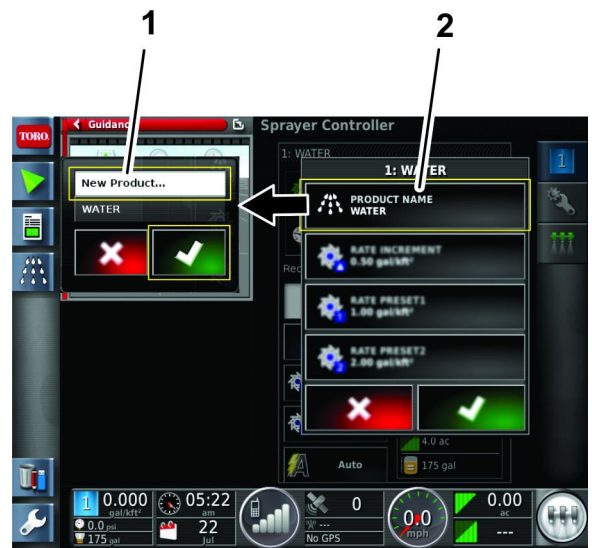

Bild 27
5. Tippen Sie im Produktkonfiguration-Fenster auf das PRODUKTAUSWAHLLISTEN-Symbol (Bild 27).
6. Tippen Sie auf das Symbol NEW PRODUCT und tippen Sie dann auf das Bestätigen-Symbol (Bild 27).